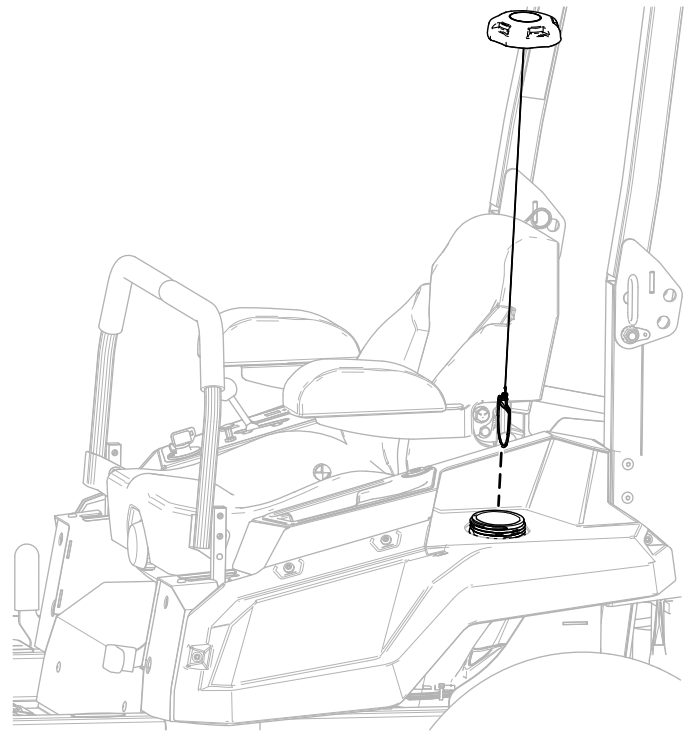

図 3
1. 左側ポッドにある燃料タンクキャップを外す 図 3。
3. 燃料タンクにキャップを取り付ける 図 3。